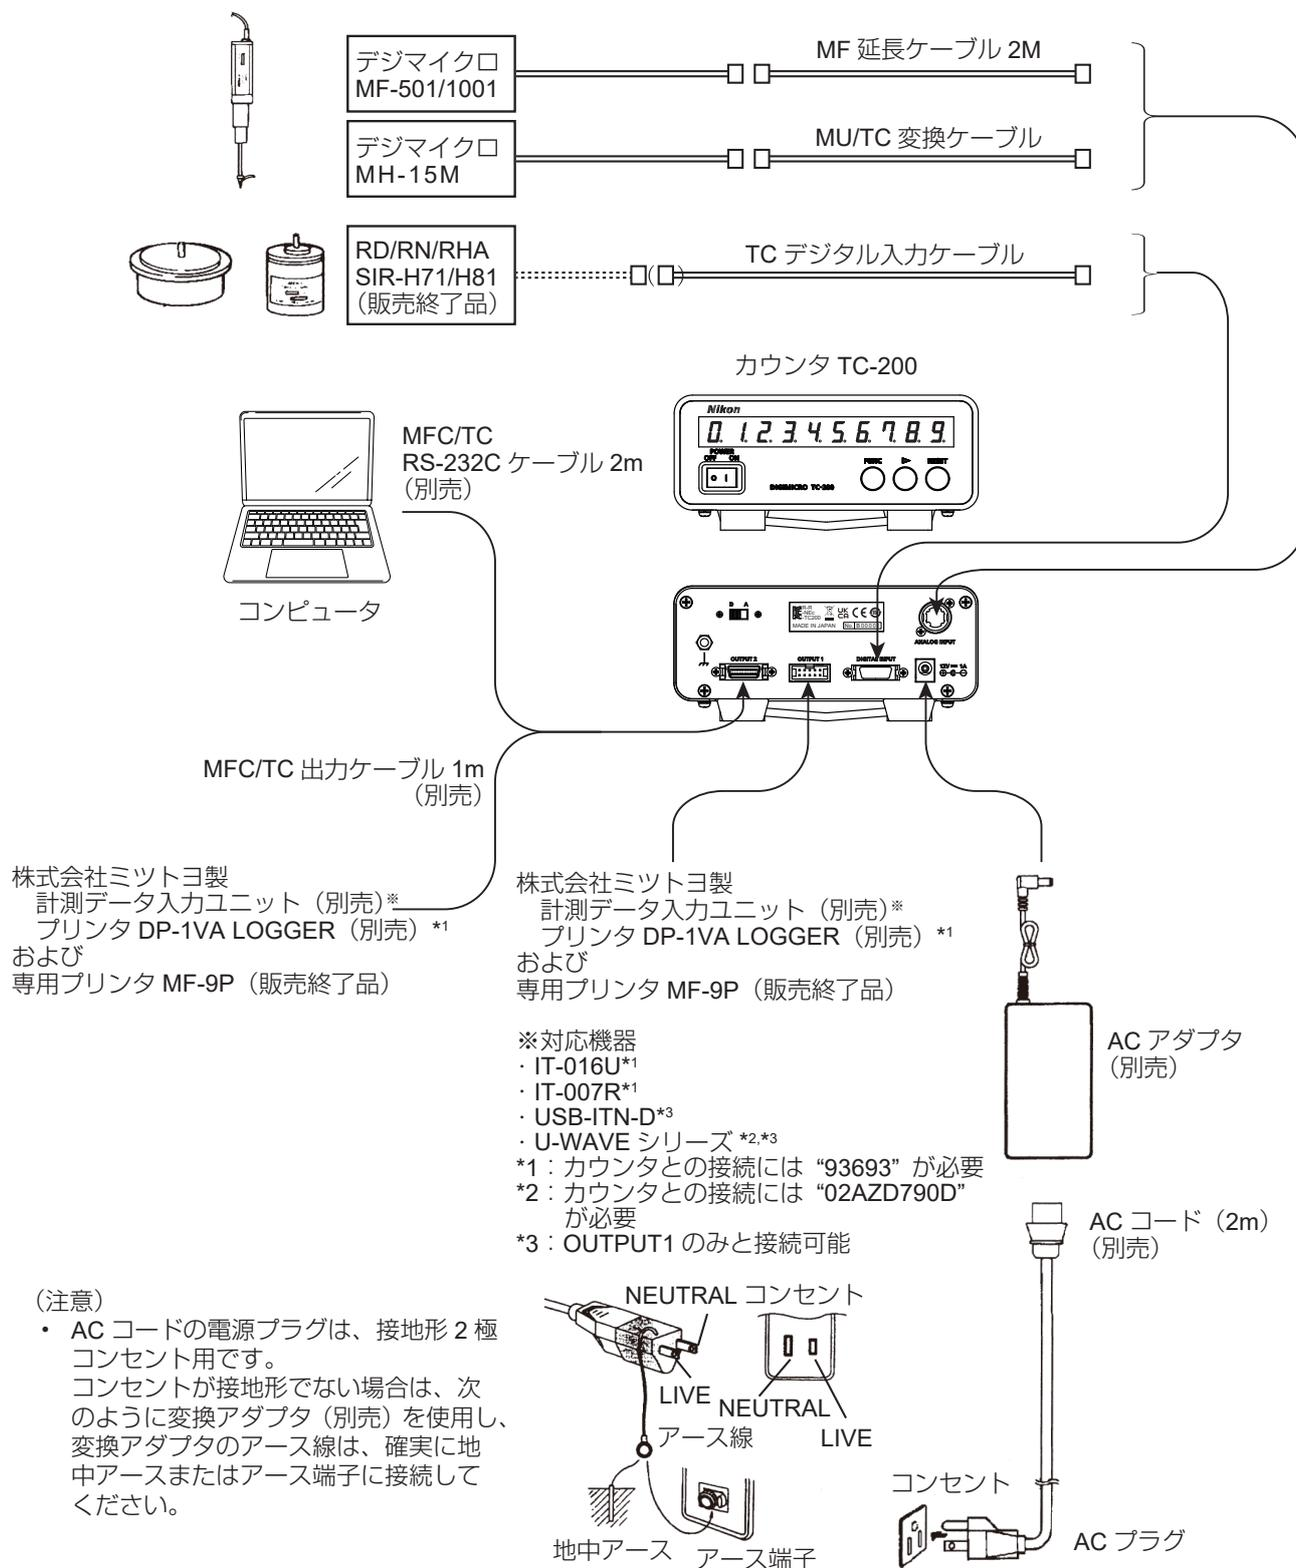

図 1
P.1 の図 1 に従って、本製品にエンコーダ（デジマイクロ、ロータリーエンコーダ等）を確実に接続します。
この際、アースは確実に取ってください。（P.1 の図 1 参照）